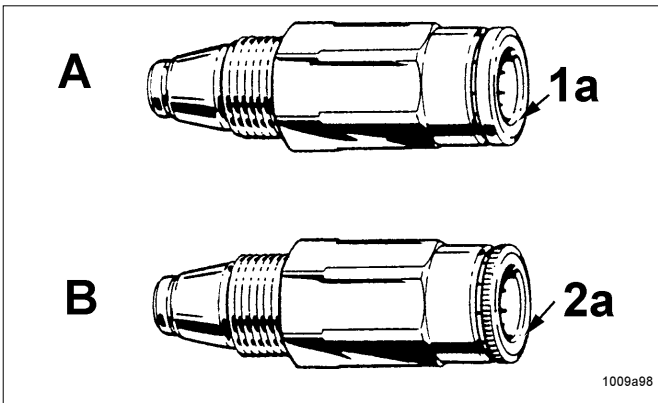

Abb. 38 - Unterschiede der Rückschlagventile
- Für Hochdruckkunststoffschlauch (ø 8,6x2,3 mm) Rückschlagventil A, Abb. 38 mit verstärkter Zange 1a und glattem Bund verwenden (Sach - Nr. 226-14091-4)
- Für Druckkunststoffrohr (ø 6x1,5 mm)Rückschlagventil B, Abb. 38 mit Standard - Zange 2a und gerändeltem Bund verwenden (Sach - Nr. 226-14091-2)